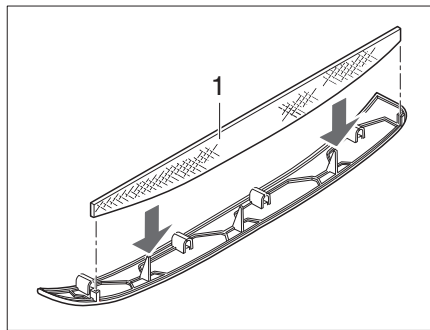
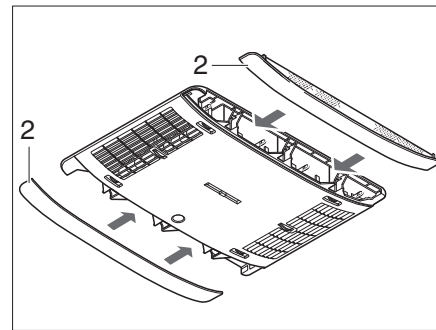

Bild 154 Flusenfilter Klimaanlage
Bild 155 Paneelen Klimaanlage
In den seitlichen Paneelen (Bild 155,2) befinden sich zwei Flusenfilter. Die Flusenfilter müssen in regelmäßigen Abständen, mindestens jedoch alle 6 Monate, gereinigt und bei Bedarf gewechselt werden.
- Paneele (Bild 155,2) vom Luftverteiler abziehen und Flusenfilter (Bild 154,1) reinigen oder bei Bedarf wechseln.